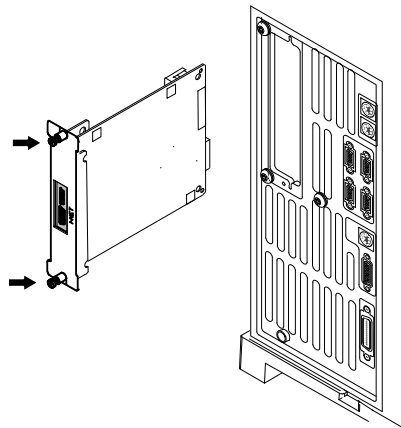

Abb. 35 Entfernen der LAN-Karte
- 8** Wenn keine MIO-Karte (LAN-Karte) installiert ist, lösen Sie die beiden Befestigungsschrauben und schieben Sie die Karte aus den GC (Abbildung 35).